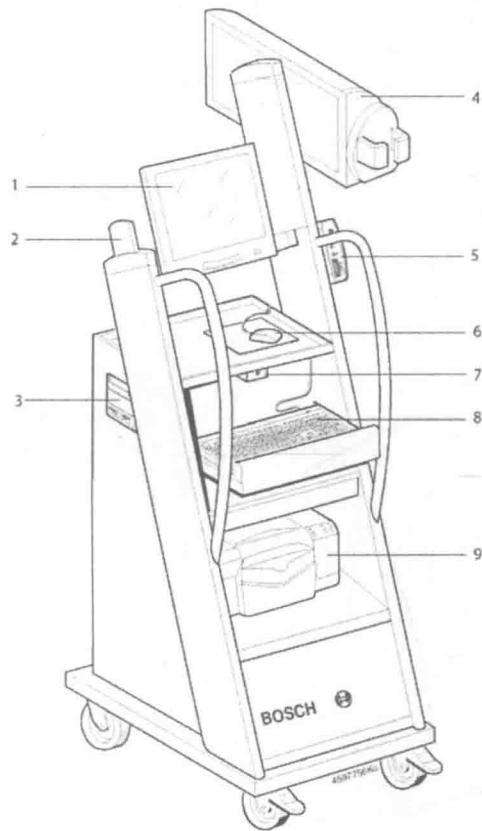

图 2 : FSA 前视图
3. 将打印机安放在设备推车上(见图 2 第 9 项内容)。